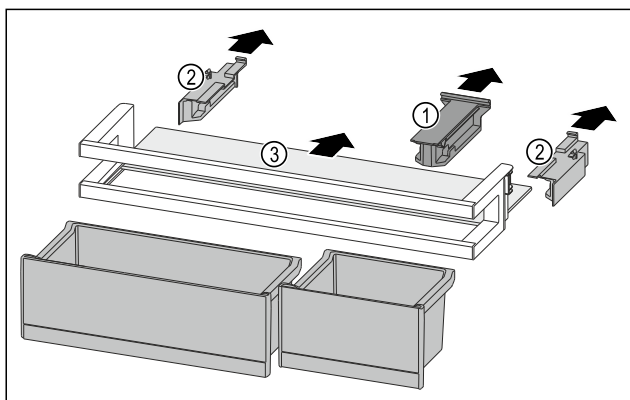

Fig. 91
- Retire la pieza de retención Fig. 91 (1).
- Retire las partes laterales Fig. 91 (2).
- Retire el estante Fig. 91 (3).